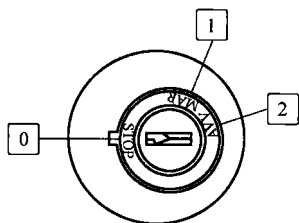

图 1-2 点火开关档位
如图 1-2 所示，点火开关 (钥匙开关) 有三个位置：停止档 ① (STOP)；开启档 ① (MAR)；起动档 ② (AVV)。在起动位置 ② 只能停留 30s，再次使用时，必须间隔 1min，以保护蓄电池和起动机。